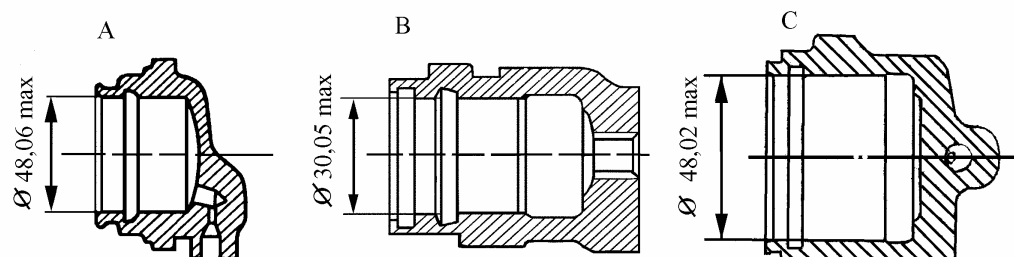

Рис.7 Цилиндры переднего тормоза:
- 48,02 мм для 2108-3501045, рис.7 (нутромер НИ 18-50-1);